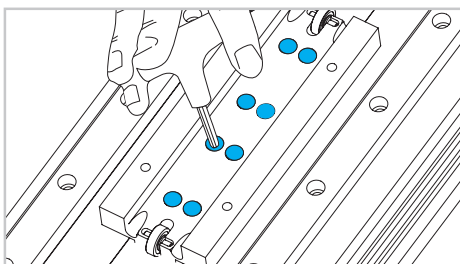

Fig. 8
- 9) Far scorrere la parte esterna del carro per accedere all'interno. Qui, svitare le viti e sollevare la porzione liberata (Fig. 8).